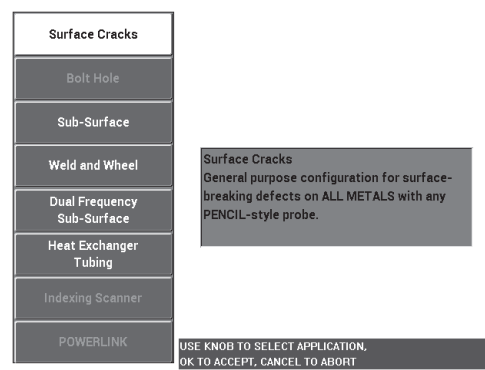

Figura 5-72 Aplicação para Surface Cracks (fissuras na superfície)
2. Pressione a tecla de menu ADV SETUP (  ) uma vez, e então selecione **APPL SELECT** (tecla A) para abrir o menu aplicação de seleção. Selecione **Surface Cracks** com o botão e, em seguida, pressione  para aceitar (veja Figura 5-72 na página 183).